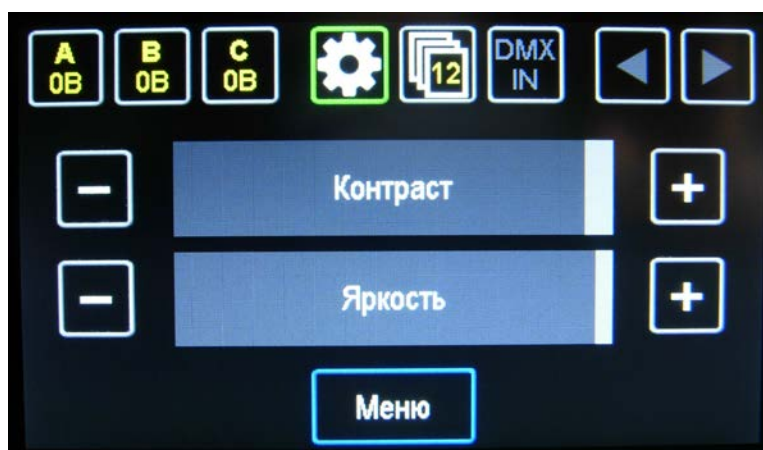

Рисунок 9: Установка яркости и контраста
– Нажать на кнопку «Яркость, контраст», после чего отобразятся индикационные полосы «Контраст» и «Яркость», заполняемые тёмной заливкой слева направо соответственно заданным значениям в % (Рисунок 9);